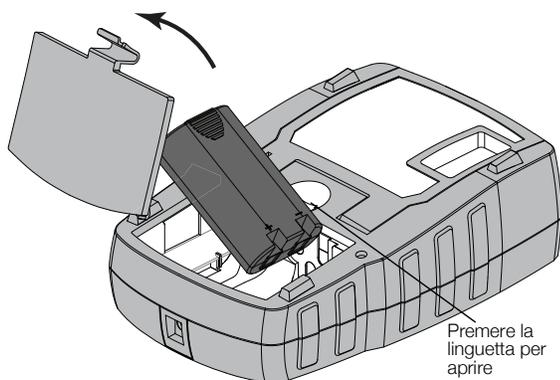

Figura 4
- 1 Premere la chiusura a scatto sul retro della stampante per aprire il coperchio del vano batterie. Vedere la Figura 4.
- 2 Inserire la batteria nel vano prestando attenzione alla corretta polarità. Vedere la Figura 4.